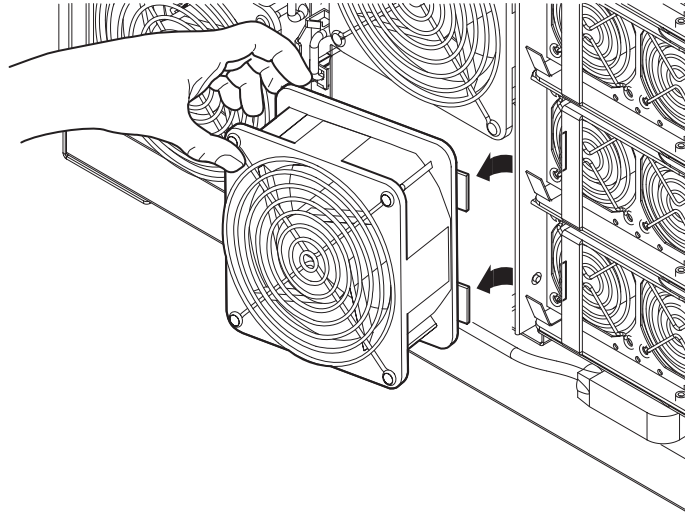

図 6-3 ファンの取り外し
7. ファンを取り外して、ESD マットの上に置きます (図 6-3)。
3. 金属製のキャリアの 2 つのラグがファントレーの切り込みにはまるように、ファンの位置を合わせます (図 6-3)。